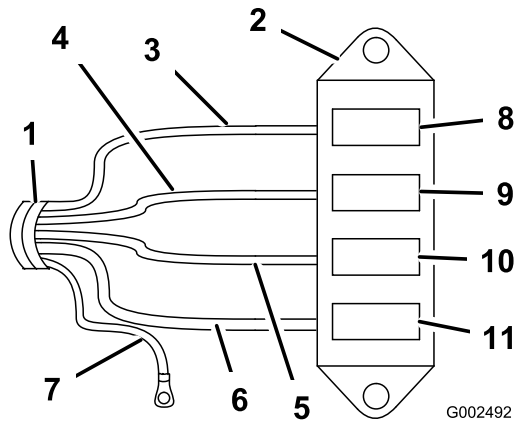

Figura 7
4. Conecte el arnés de cables al bloque de fusibles conectando los cables del arnés a los conectores de cable correspondientes ubicados en la parte trasera del bloque de fusibles (Figura 7).